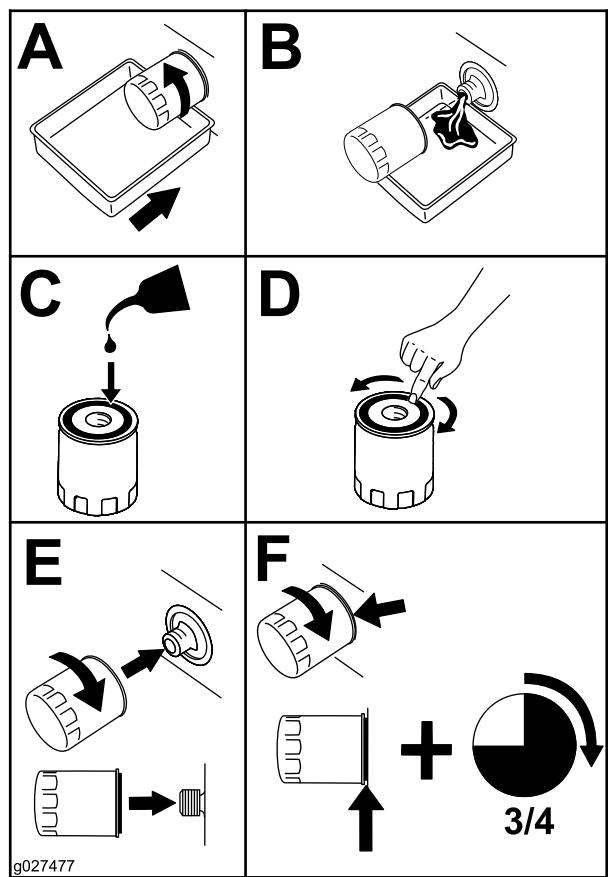

Figura 61
5. Sustituya el filtro de aceite del motor (Figura 61).